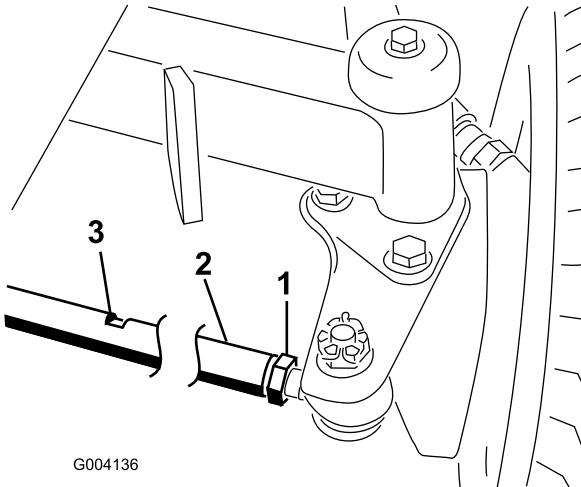

Рисунок 91
- Ослабьте контргайку с каждой стороны стяжной тяги (Рисунок 91).